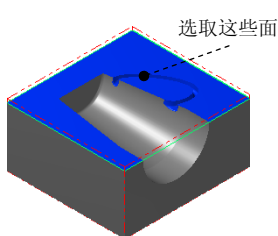

图 21.15 选取干涉面
(2) 单击 **干涉面** 区域中的  按钮, 选取图 21.15 所示的面 (共 17 个面) 为干涉面, 然后按 Enter 键。